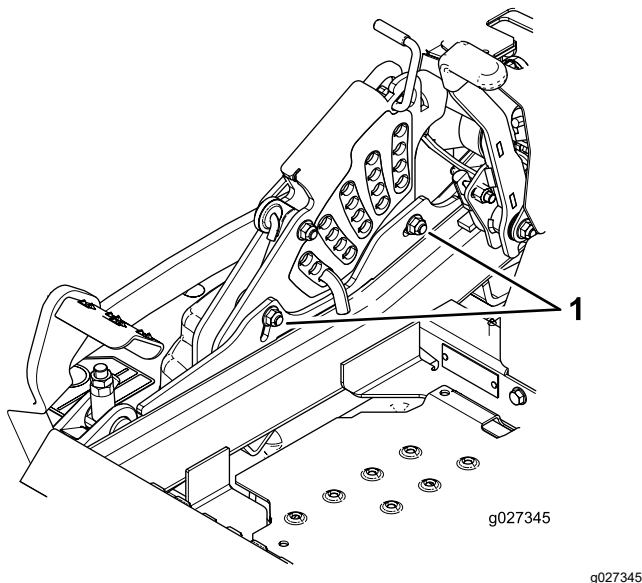

Figura 100
11. Para ajustar el sistema de ajuste de un solo punto, afloje los 2 pernos situados cerca del borde inferior de la pletina de altura de corte (**Figura 100**).
13. Apriete los 2 pernos en el borde inferior de la pletina de altura de corte (**Figura 100**).